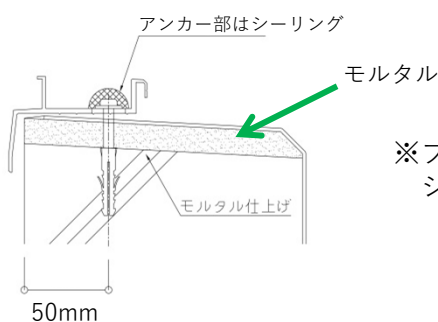
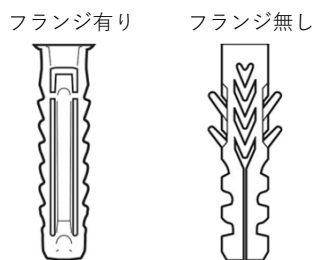

図1-3 モルタル有り
図1-4 イラストは一例です
※図1-3のようにモルタルで嵩上げされている場合は長いプラグを使用するか、フランジ無しプラグ(図1-4参照)を躯体まで差し込んでください。ねじも長いものを用意してください。(標準は60mm)
- ・取付面にモルタル等がある場合は、プラグの有効長さが不足するため、図1-3のように躯体面までプラグを差し込んでください。
※フランジのないプラグを使用してください。(図1-4参照)